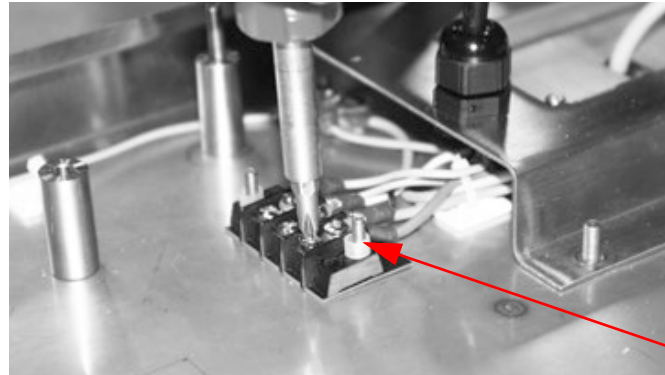

Figura 5-9. Quite los tornillos de los terminales abiertos
6. Retire las tuercas de la regleta de terminales que sujetan la cubierta transparente de la regleta de terminales utilizando una llave de vaso de 5/16". Coloque a un lado la cubierta de plástico transparente de la regleta de terminales y asegúrese de que los separadores de plástico no se pierden. Consulte la Figura 5-9.